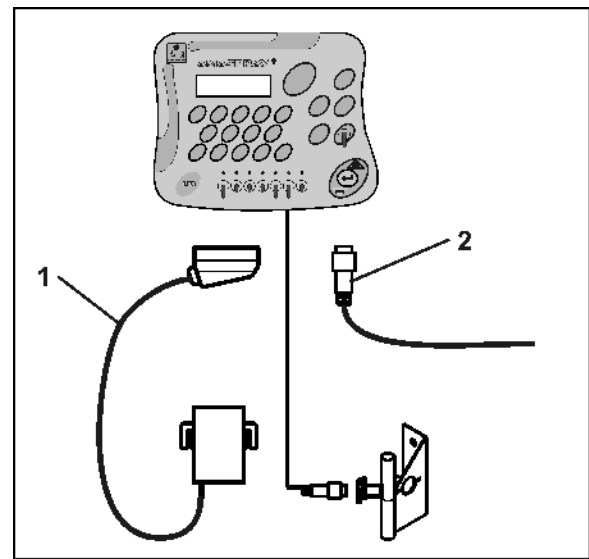

Fig. 3
1. De machinestekker (Fig. 3/1) aansluiten van de machine die aan de tractor is gekoppeld of aangebouwd.
De signaalkabel voor de snelheidsmeting van de signaal stekkerdoos van de tractor of van de wielsensor X (Fig. 3/2) op de AMASPRAY⁺ aansluiten.